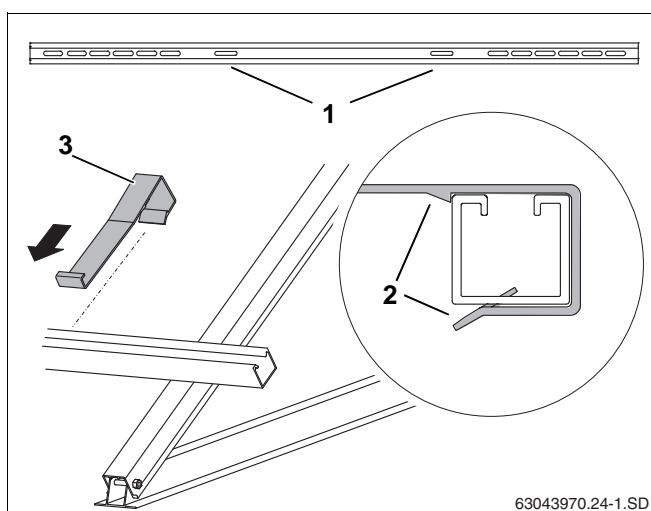

Fig. 36 Opsætning af nedskridningssikring
- ▶ Sæt nedskridningssikringerne (fig. 36, **pos. 3**) ind i hvert af de indvendige langhuller (fig. 36, **pos. 1**) udefra over profilskinerne, så de går i indgreb (fig. 36, **pos. 2**).